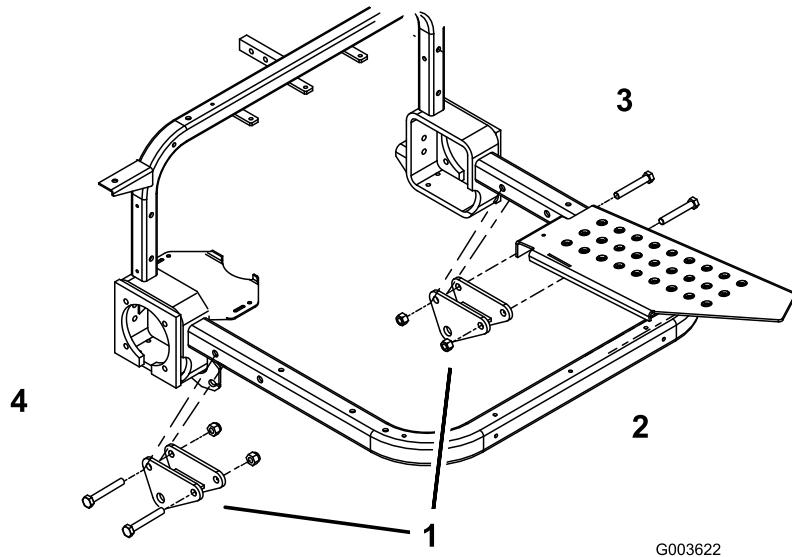

Рисунок 10
2. Прикрепите, не затягивая, монтажный кронштейн в сборе к правой и левой трубам подножек с помощью двух болтов ($\frac{1}{2}$ x $3\frac{1}{2}$ дюйма) и контргаек ($\frac{1}{2}$ дюйма). Установите монтажные кронштейны в сборе и закрепите их болтами как показано на Рисунок 10.